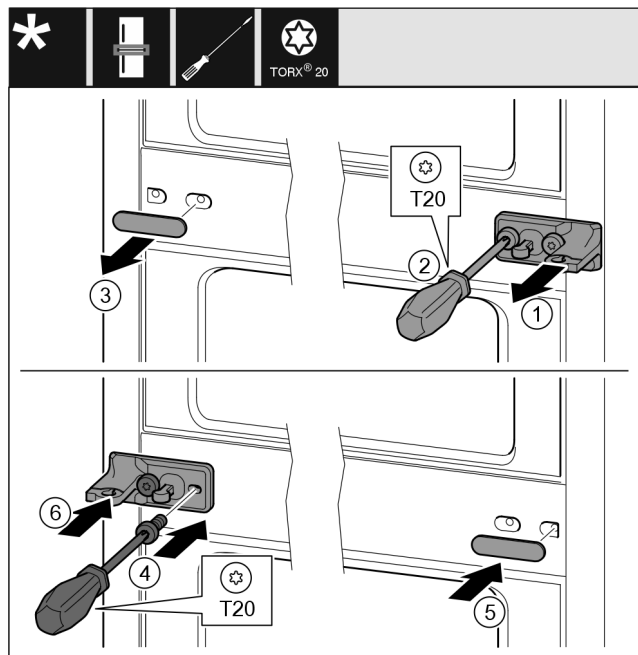

Fig. 10
- ▶ Nutraukite poveržlę. Fig. 10 (1)
- ▶ Išsukite varžtus atsuktuvu T20. Fig. 10 (2)
- ▶ Atsargiai nutraukite dengiamąją plokštelę. Fig. 10 (3)
- ▶ Vidurinę atraminę gembę su plėvele, pasukę 180°, tvirtai prisukite kitoje pusėje. Fig. 10 (4)
- ▶ Vidurinę atraminę gembę, pasukę 180°, pritvirtinkite kitoje pusėje. Fig. 10 (5)
- ▶ Užmaukite plokštelę iš priekio. Fig. 10 (6)